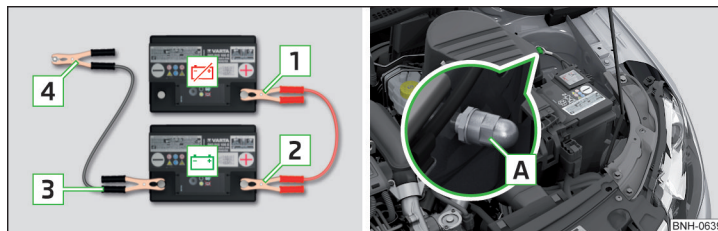

Fig. 256 Ayuda de arranque:  - batería descargada,  - batería que suministra corriente / punto de masa del motor en el sistema START-STOP
- En vehículos **con** el sistema START-STOP, fijar el borne **4** en el punto de masa del motor **A** » fig. 256.